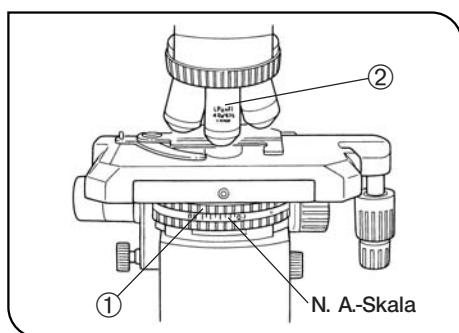

Abb. 27
Die Skala für die numerische Apertur des Kondensors auf ca. 80% des N. A.-Wertes ② des entsprechenden Objektivs einstellen. (Abb. 27)